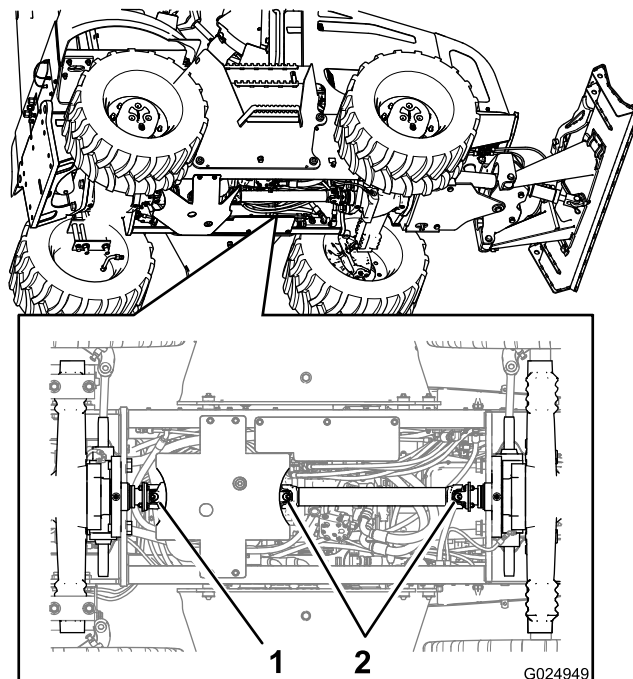

Figure 62
2. Raccordez la pompe à graisse au graisseur de l'accouplement à glissement à l'avant de l'arbre de transmission, et injectez 2 ou 3 jets de graisse dans le graisseur (Figure 62).
3. Raccordez la pompe à graisse au graisseur du joint de cardan à l'avant de l'arbre de transmission, et injectez 2 ou 3 jets de graisse dans le graisseur (Figure 62).
4. Raccordez la pompe à graisse au graisseur du joint de cardan à l'arrière de l'arbre de transmission, et injectez 2 ou 3 jets de graisse dans le graisseur (Figure 62).